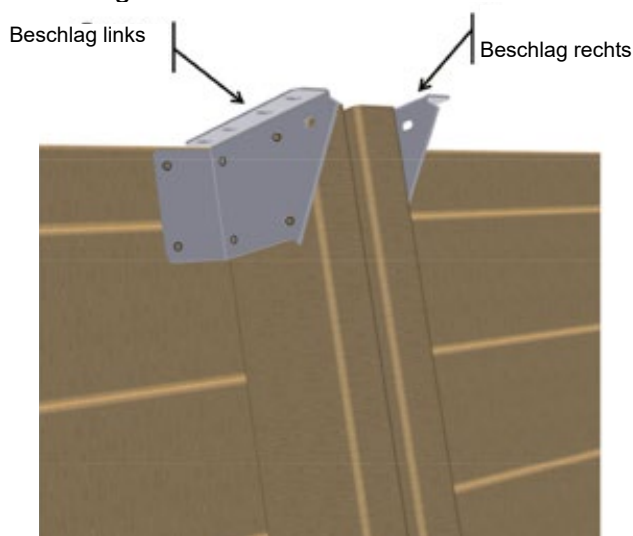

Abbildung 18 – Positionierung der Beschläge am oberen Ende der Streben
- Bringen Sie am oberen Ende der Streben vier «rechte» und vier «linke» Beschläge aus dem Kit «Befestigungselemente» wie in **Abbildung 18** an. Verwenden Sie 6 Torx-Gewindeschrauben 6 x 20 aus A2 Edelstahl (Pack G) pro Beschlag, also insgesamt 72 Schrauben.